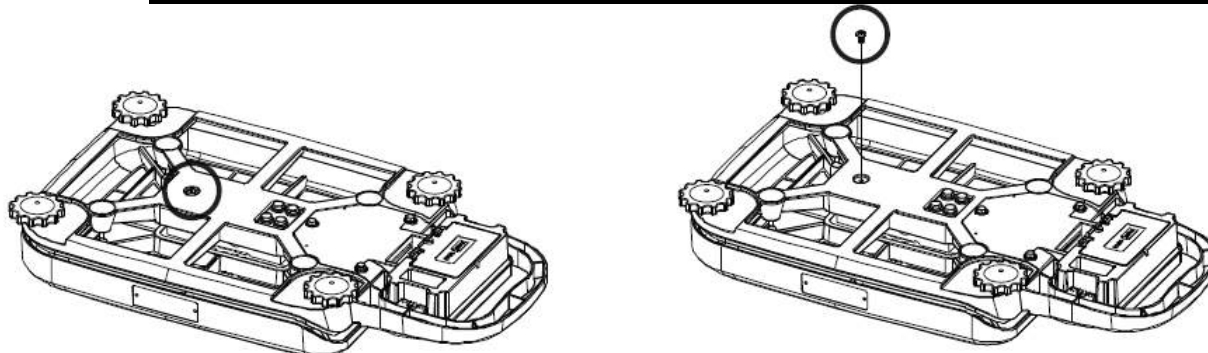

Рис.5 – Розміщення транспортувального гвинта.
- **Виверніть транспортувальний гвинт М6х12 на нижній стороні ваг, прокручуючи його тільки проти годинникової стрілки (див. рис. 5).**